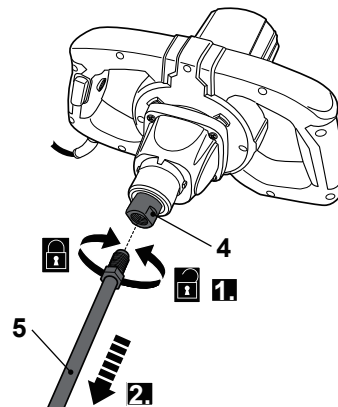

Fig. 6
>Desaperte a porca soldada no sentido contrário ao dos ponteiros do relógio (Fig. 6, passo 1) e retire o eixo (5) da tomada (4) (Fig. 6, passo 2).